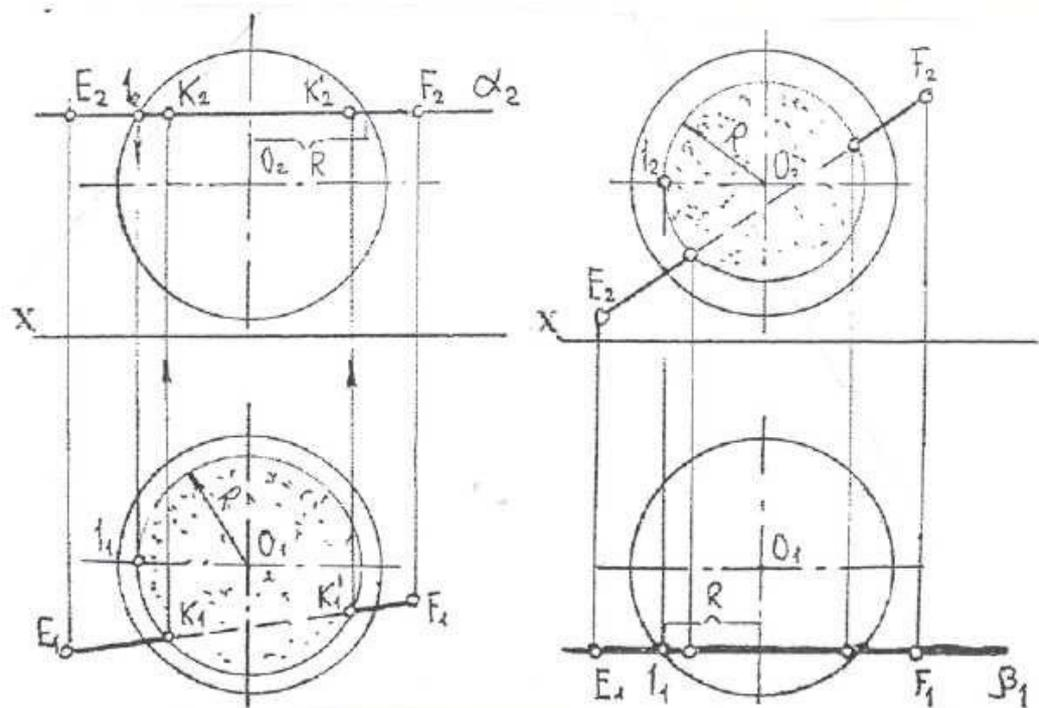

Рис. 17
**Пересечение прямой с поверхностью шара.** Рассмотрим частные случаи пересечения, когда прямая расположена параллельно горизонтальной или фронтальной плоскости проекции. В первом случае для определения точек пересечения применяем вспомогательную плоскость, параллельную горизонтальной плоскости проекции, т.е. горизонтальную плоскость (рис.17).